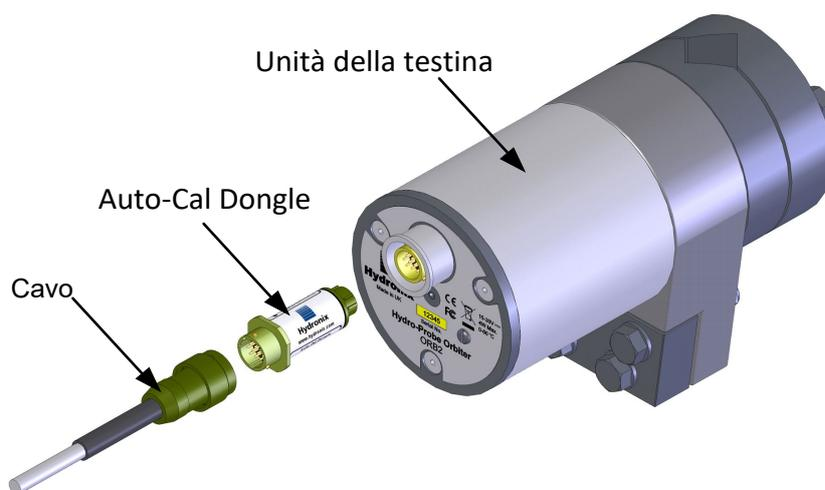

Figura 19. Connessione di Auto-Cal Dongle
L'accoppiamento dell'unità della testina e del braccio del sensore si effettua collegando Auto-Cal Dongle tra il cavo del sensore e la testina dell'unità (Figura 19).
2. Collegare Auto-Cal Dongle all'unità della testina e al cavo del sensore (Figura 19). Auto-Cal Dongle dovrebbe iniziare a lampeggiare (rosso) con una sequenza di luce intensa-tenue-intensa per 30 secondi.